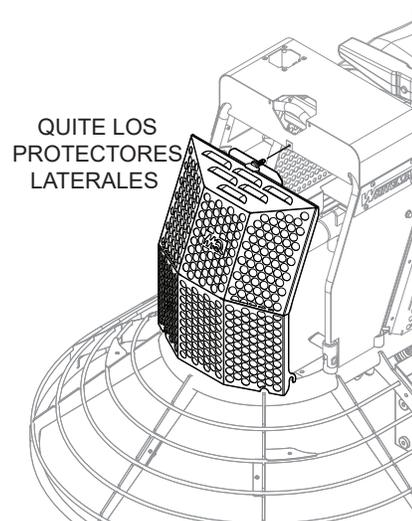

Figura 3. Quite los protectores laterales
1. Retire los protectores laterales de los conjuntos de bastidor de los asientos derecho e izquierdo. Vea la Figura 3.